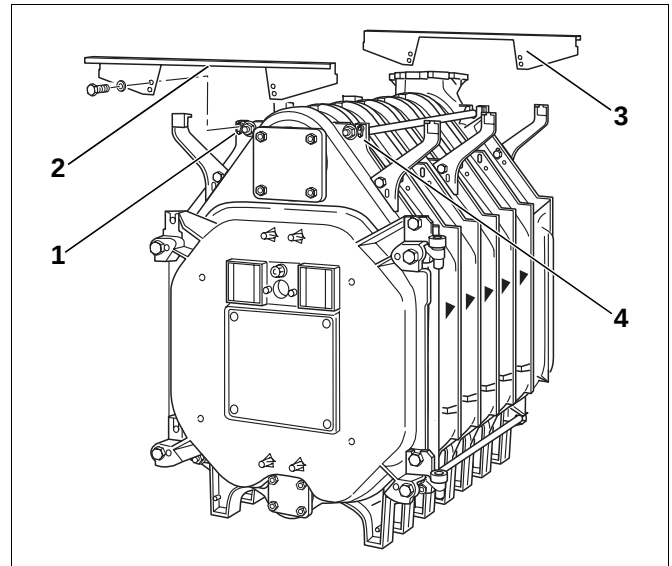

Abb. 39 Quertraversen montieren
- Die Quertraverse oben vorne (Abb. 39, **Pos. 2**) auf den Gussnocken (Abb. 39, **Pos. 1** und **4**) fixieren und mit Sechskantschrauben (M8 × 16) handfest anschrauben. Die Abkantung der vorderen Traverse muss nach vorne zeigen.
- Die Quertraverse oben hinten (Abb. 39, **Pos. 3**) auf den Gussnocken fixieren und mit Sechskantschrauben (M8 × 16) befestigen. Die Abkantung der hinteren Traverse muss nach hinten zeigen.